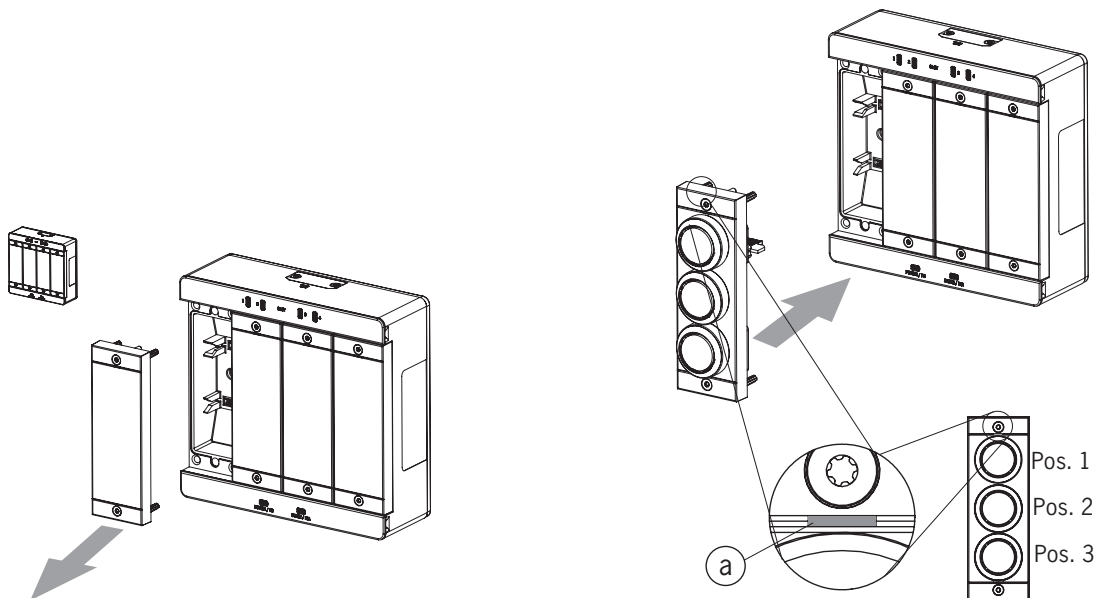

Figure 2 : Montage d'un sous-module
- Tenir compte de l'orientation du sous-module. Voir le repère (a) sur *Figure 2 : Montage d'un sous-module*. Les sous-modules peuvent être pivotés également de 180°. Le repère (a) indique toujours la première position équipée. Dans l'exemple ci-dessous en l'occurrence la position du bouton-poussoir S1.